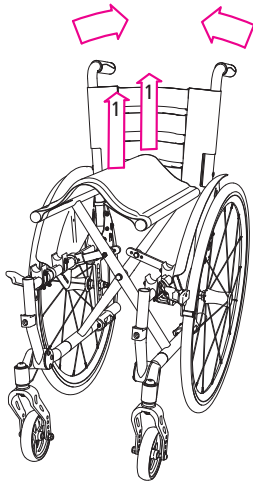

Рис.29
4. Після цього потягніть середину покриття сидіння вгору (1, рис. 29). Інвалідний візок складеться при цьому самостійно.